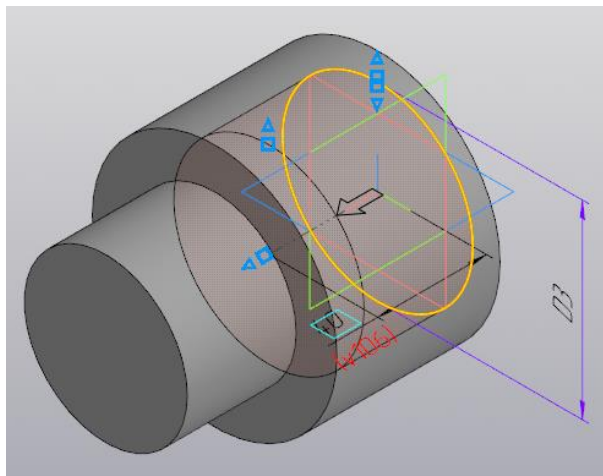

Рисунок 118.
9. Выполните **Вырезать выдавливанием**, задать прямое направление, на **Расстояние - 40** (рисунок 118).